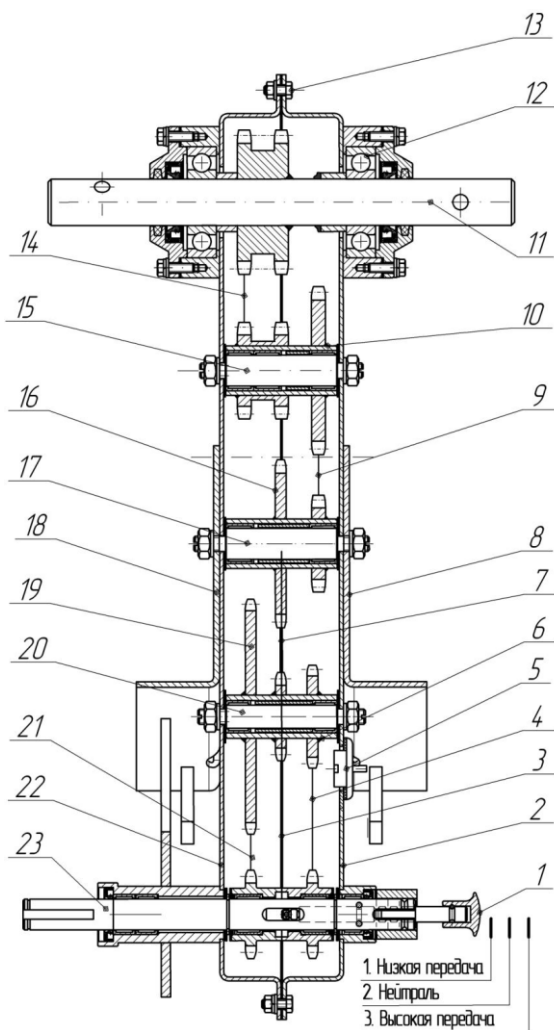

Рисунок 3. – Продольный разрез редуктора.
- Отверните пробку 5 (рис.3) и, наклонив мотоблок направо, слейте масло из редуктора в подставленную емкость.